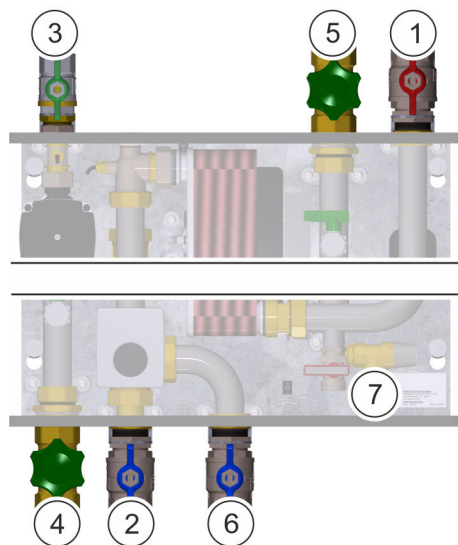

Abb. 23: Hähne anschließen
1. Hauptzuleitung Trinkwasser an den Anschluss Hauptzuleitung Trinkwasser (Abb. 23/4) anschließen und von Hand festdrehen.
2. Warmwasserleitung an den Anschluss Trinkwasserverteilung (warm) (Abb. 23/5) anschließen und von Hand festdrehen.
3. Vorlauf Hauptzuleitung Heizung an den Primäranschluss Wärmeversorgung Vorlauf (Abb. 23/1) anschließen und von Hand festdrehen.
4. Rücklauf Hauptzuleitung Heizung an die Einbindung Speicher unten (Abb. 23/2) anschließen und von Hand festdrehen.
5. Wenn vorhanden, Zirkulationsleitung an den Anschluss integrierte Zirkulation (Abb. 23/3) anschließen und von Hand festdrehen.
6. Wenn vorhanden, Zwei-Zonen-Einschichtungsleitung an den Anschluss Zwei-Zonen-Einschichtung (Abb. 23/6) anschließen und von Hand festdrehen.